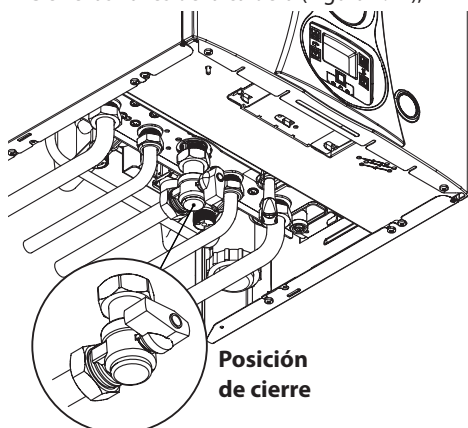

Figura 2.14
- Cierre las llaves de la caldera (Figura 2.14);